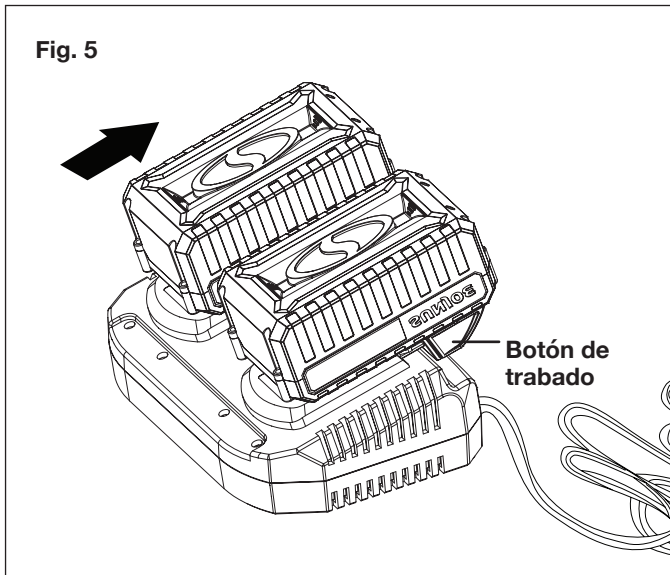

Fig. 5
6. Cuando se haya completado la carga, retire las baterías de los cargadores presionando el botón de trabado y deslizando las baterías hacia atrás para destrabarlás de los cargadores (Fig. 5).